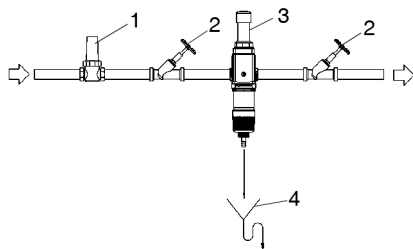

Figure 15. Montage
- Il faut que la bride rotative à encastrer soit installée dans le sens de l'écoulement. Celui-ci est indiqué par la flèche à empreinte coulée (cf. Figure 15).
Le profil du joint à bride profilé doit être dirigé vers la bride rotative à encastrer. Si vous ne tenez pas compte de ce fait, cela risque d'être la cause d'un manque d'étanchéité causant des préjudices à l'habitation (cf. Figure 15).